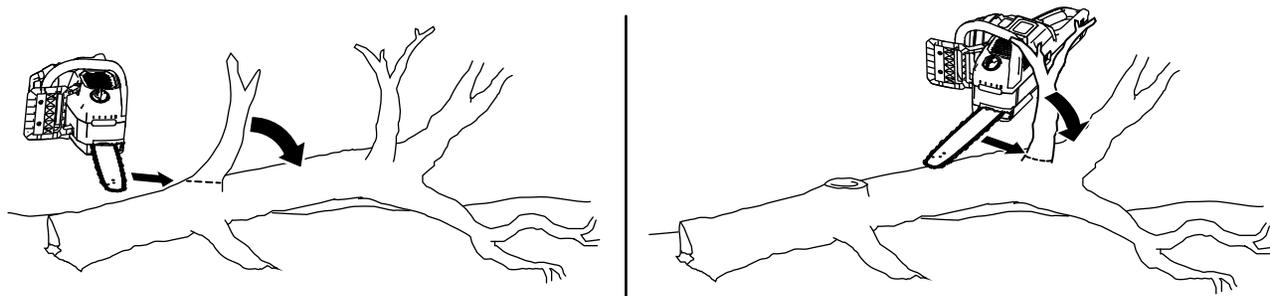

図 17
2. 木の根元から先端に向かって、地面に対して木の重量を支えていない小さな枝を切り落とします 図 17。